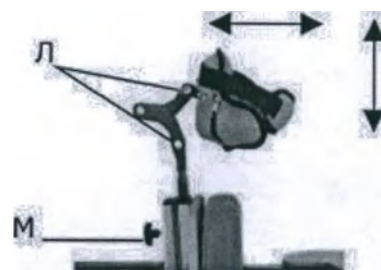

Рис.136
8) Регулировка положения подголовника (при наличии) (рис.136)